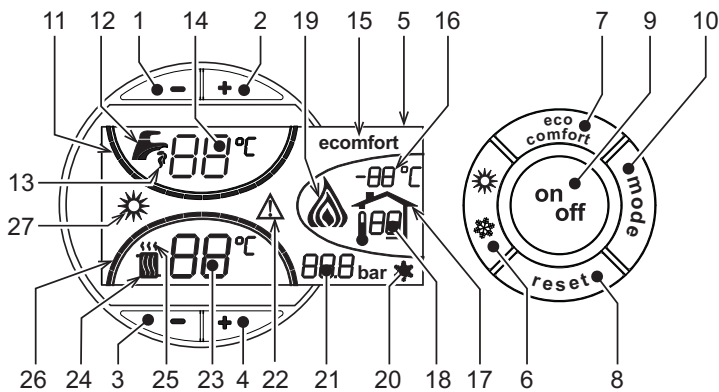
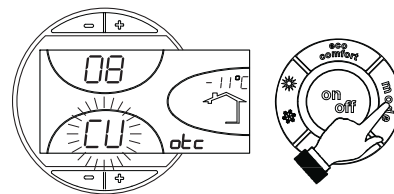
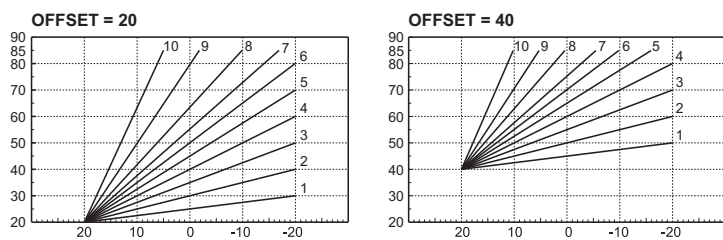

fig. 1 - Controlepaneel
fig. 11 - Kromming stoeklijn
fig. 14 - Voorbeeld van parallelle verplaatsing van de compensatiecurven
Het verzoek om verwarming (door de Omgevingsthermostaat of de Timerafstandsbediening) wordt aangegeven met knipperen van de warme lucht boven de radiator (detail 24 en 25 - fig. 1).
fig. 1 De streepjes die de verwarmingsgraad aangeven (detail 26 -) gaan branden naarmate de temperatuur van de verwarmingssensor de ingestelde waarde dichterbenaardt.
Het verzoek om sanitair water (naar aanleiding van gebruik van warm sanitair water) wordt aangegeven met knipperen van het warm water onder de kraan (detail 12 en 13 - fig. 1). Controleer of de functie Comfort geactiveerd is (detail 15 - fig. 1)
De streepjes die de temperatuur van het sanitaire water aangeven (detail 11 - fig. 1) gaan branden naarmate de temperatuur van de sensor van het sanitaire water de ingestelde waarde dichterbenaardt.
Wanneer verwarming van de boiler actief is (standaard ingesteld) wordt op het display het symbool COMFORT (detail 15 - fig. 1) geactiveerd; wanneer ze is uitgeschakeld is op het display het symbool ECO (detail 15 - fig. 1) geactiveerd
De gebruiker kan de boiler uitschakelen (modus ECO) door te drukken op de toets eco/comfort (detail 7 - fig. 1). Druk nogmaals op de toets eco/comfort (detail 7 - fig. 1) om de modus COMFORT te activeren.
Druk 1 seconde op de toets on/off (detail 9 - fig. 1) .
De sanitaire en verwarmingswerking is niet meer actief. Het antivriessysteem blijft actief. Druk nogmaals 1 seconde op de toets **on/off** (detail 9 - fig. 1) om de ketel weer aan te zetten.
Druk 1 seconde op de toets **zomer/winter** (detail 6 - fig. 1).
Op het display wordt het symbool Zomer (detail 27 - fig. 1) actief: de verwarmingsketel levert uitsluitend warm water. Het antivriessysteem blijft actief.
Druk weer 1 seconde op de toets **zomer/winter** (detail 6 - fig. 1) om de modus Zomer te deactiveren.
Bedien de **verwarmingstoetsen** (detail 3 en 4 - fig. 1) om de temperatuur te variëren van minimaal 30 °C tot maximaal 80 °C.
-/+ Bedien de toetsen voor sanitair water (detail 1 en 2 - fig. 1) om de temperatuur te variëren van minimaal 10°C tot maximaal 65°C.
Wanneer de externe temperatuursonde (optioneel) wordt geïnstalleerd, wordt op het display van het bedieningspaneel (detail 5 - fig. 1) de werkelijke, door de sonde gemeten buitentemperatuur weergegeven. Het regelsysteem van de verwarmingsketel werkt met "Weersafhankelijke Temperatuur". In deze modus wordt de temperatuur van de verwarmingsinstallatie gereguleerd overeenkomstig de externe weersomstandigheden, zodat gedurende het hele jaar verhoogd comfort en energiebesparing wordt gegarandeerd. Namelijk bij toename van de buitentemperatuur wordt de uitgangstemperatuur van de installatie volgens een vastgestelde "compensatiecurve" verlaagd.
Bij regeling met Weersafhankelijke temperatuur wordt de temperatuur die ingesteld is met de verwarmingstoetsen +/- (detail 3 en 4 - fig. 1) de maximum uitgangstemperatuur van de installatie. Aanbevolen wordt om de maximumwaarde in te stellen, zodat het systeem bij het regelen gebruik kan maken van het gehele functioneringsbereik.
Door eenmaal op de toets **mode** (detail 10 - fig. 1) te drukken wordt de huidige compensatiecurve (fig. 11) afgebeeld en kan ze gewijzigd worden met de **toetsen sanitair water** (detail 1 en 2 - fig. 1).
Door te drukken op de **verwarmingstoetsen** (detail 3 en 4 - fig. 1) wordt toegang verkregen tot parallelle verplaatsing van de curven (fig. 14), die gewijzigd kan worden met de **toetsen sanitair water** (detail 1 en 2 - fig. 1).
Druk nogmaals op de toets **mode** (detail 10 - fig. 1) om de modus voor afstellen van parallelle verplaatsing van de curven af te sluiten.